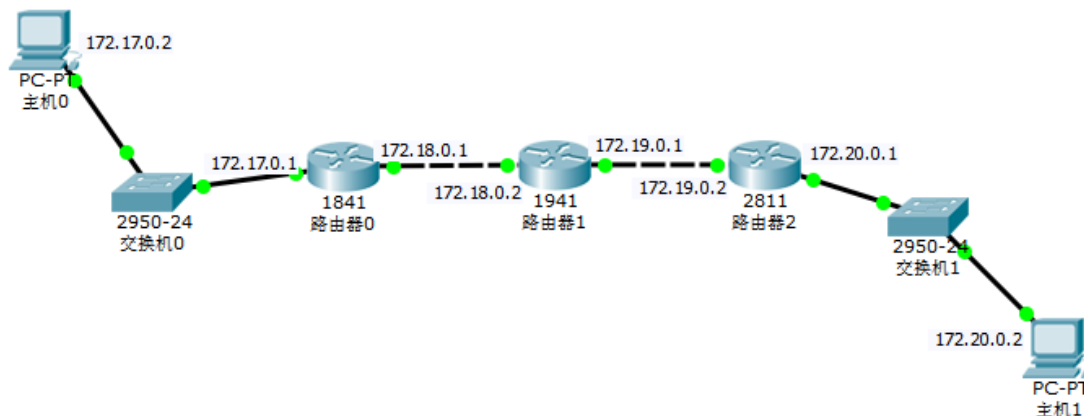

图 2-5 静态路由配置拓扑图
某两个主机之间相互连通需要经过三个路由器，其拓扑图如图 2-5 所示，该网络使用静态路由以保证路由转发速度，该网络中主机 IP 地址、路由器各个接口的 IP 地址的信息如图 2-5 所示。请通过思科搭建该平台，并实现两个院系（主机 0 和主机 1）之间的连通。
- ①根据拓扑图 2-5，填写静态路由配置表 2-5（要求不能填写默认路由）。
- ②使用思科模拟器，参照拓扑图 2-5 搭建网络平台，平台搭建过程中应按照图 2-5 对交换机和路由器进行选型(交换机 0 和交换机 1 型号为 2950 ,路由器 0 型号为 1841 ，路由器 1 型号为 1941 ，路由器 2 型号为 2811)，并检查设备运行情况。
- ③对主机 0 和主机 1 的 IP 地址、子网掩码和网关进行配置。
- ④开启路由器相应的端口，对路由器端口 IP 地址和子网掩码进行设置，并配置静态路由（要求不能配置默认路由）。
- ⑤通过 ping 命令检验主机之间通信状态,实现所有主机之间的互联互通。
- ⑥完成上述任务后将思科模拟文件进行保存，保存格式 D:\技能抽查\ 2-5 \学号姓名.pkt。同时对路由器 0、路由器 1 和路由器 2 的配置命令脚本进行保存,保存格式 D:\技能抽查\ 2-5 \学号姓名+设备型号.txt。